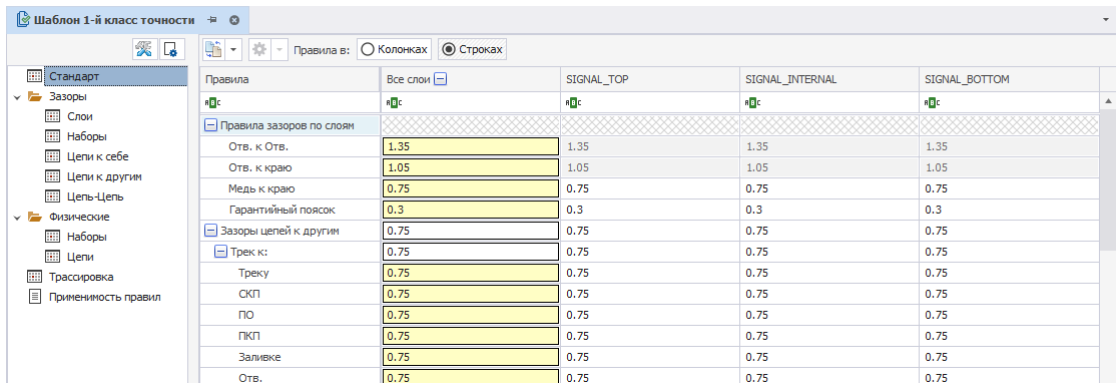

Рис. 100 Окно редактора правил
3. Откорректируйте необходимые параметры правил проектирования в окне редактора правил, Рис. 100.